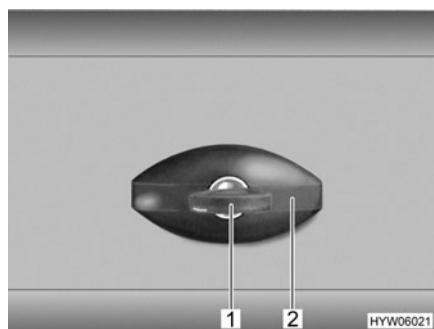

Fig. 42 Cerradura de la trampilla, de forma elíptica, cerrada
- Introducir la llave en el cilindro de cierre (Fig. 42,1) y girarla un cuarto de vuelta en sentido contrario a las agujas del reloj. El asidero de la cerradura (Fig. 42,2) se abre de golpe.